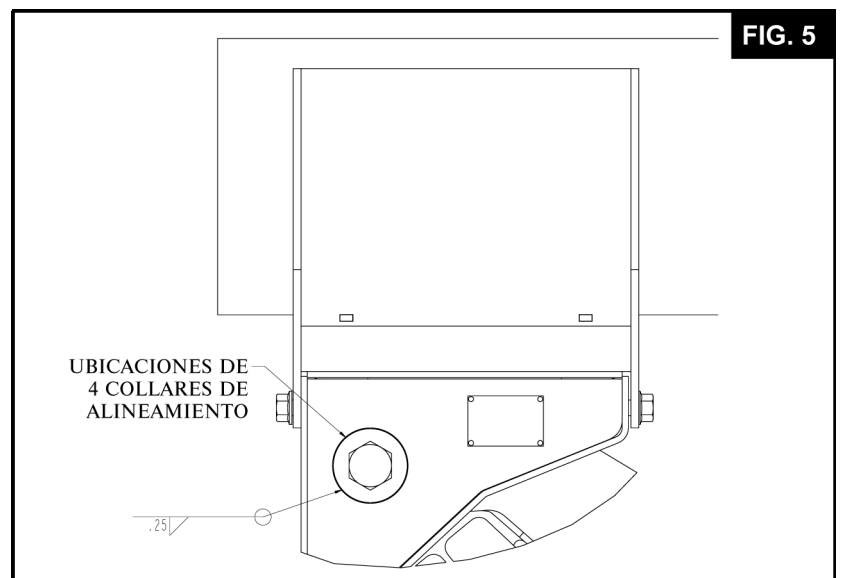
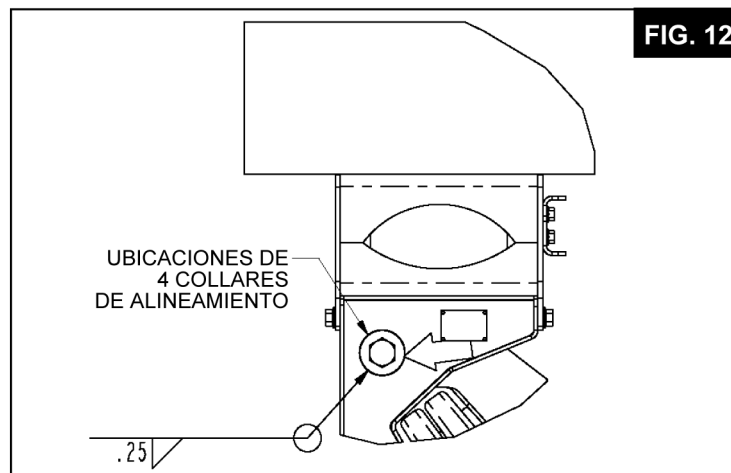

FIG. 5
FIG. 12
12.1 Una vez que la suspensión esté sujeta de forma segura y los sujetadores de montaje estén apretados a la torsión indicada, el eje debe alinearse. Para lograrlo, hay 4 ranuras de alineamiento y 4 collares de alineamiento en los soportes del gancho, que permiten el movimiento de un lado al otro del eje (vea la Fig. 5 para camión o la Fig. 12 para tráiler).
12.9 Verifique de nuevo el alineamiento. Si es aceptable, termine la soldadura de 1/4" completamente alrededor de los 4 collares de alineamiento. Haga la soldadura en de 3 a 4 pasos para evitar un calentamiento excesivo (Vea la Fig. 5 para camión y la Fig. 12 para tráiler).